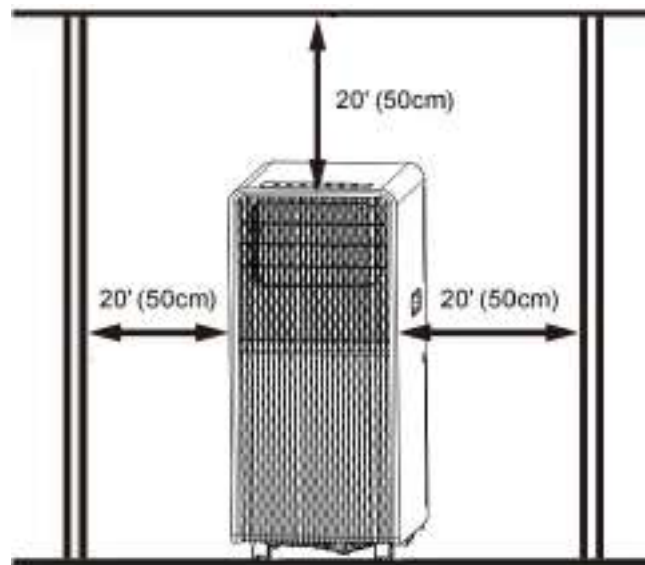

Fig. 3
- Un climatiseur mobile doit être installé dans un endroit plat et vide tout autour. Ne bloquez pas la sortie d'air et la distance requise autour de celle-ci doit être d'au moins 50 cm (voir la figure 3)
1. Le climatiseur d'extraction doit être installé dans un endroit plat et vide tout autour. Ne bloquez pas la sortie d'air et la distance requise autour de celle-ci doit être d'au moins 50 cm (voir la figure 3)